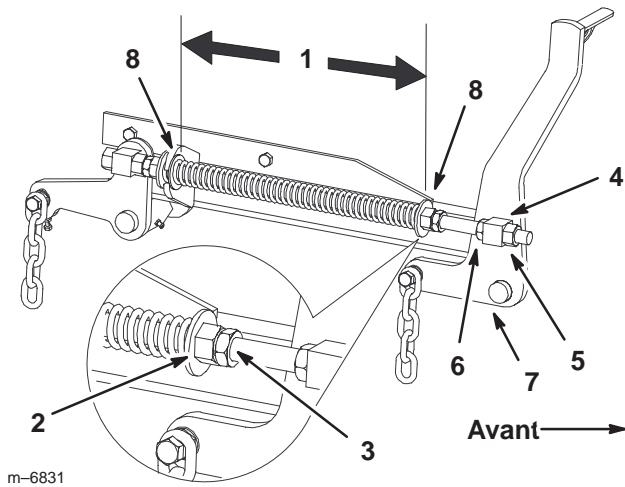

Figure 66
7. Desserrez d'environ 13 mm (1/2 pouce) les écrous de blocage à l'avant des pivots avant gauche et droit (Fig. 66).
8. Réglez les écrous de relevage sur les côtés gauche et droit de la machine de manière à **abaisser l'avant de 6 à 10 mm (1/4 à 3/8 pouce) au point A par rapport au point B à l'arrière** (Fig. 66).
2. Vérifiez que les deux grandes rondelles sont espacées de 26,7 cm (10–1/2 pouces) (Fig. 66).
3. Réglez cette distance en desserrant l'écrou de blocage du ressort et en tournant l'écrou devant chaque ressort (Fig. 66). Tournez l'écrou dans le sens horaire pour raccourcir le ressort, et dans le sens inverse pour l'allonger.
4. Bloquez l'écrou en position en serrant l'écrou de blocage du ressort (Fig. 66).